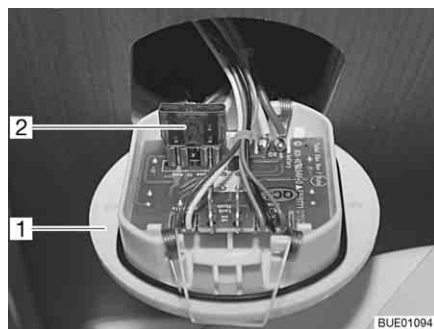

Fig. 174 Fusible des toilettes
- Soulever la commande des toilettes (Fig. 174,1) avec un outil approprié et l'extraire de la paroi.
- Changer le fusible (Fig. 174,2).